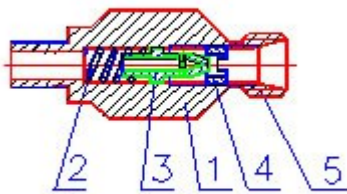

Рис.2. Устройство для сопротивления обратному удару:
Устройство для сопротивления обратному удару пламени (рис.2) состоит из корпуса 1, пружины 2, клапана 3 и седла 4. Кислород поступает по штуцеру 5, далее, преодолевая сопротивление пружины 2, перемещает клапан 3 по опорной плоскости корпуса 1 и через боковые отверстия клапана проходит в резак.
5.20. Если после обратного удара пламени происходит разогрев устройства для сопротивления обратному удару (рис.2) необходимо проверить подвижность клапана 3.
Проверить подвижность клапана устройства для сопротивления обратному удару (рис.2).